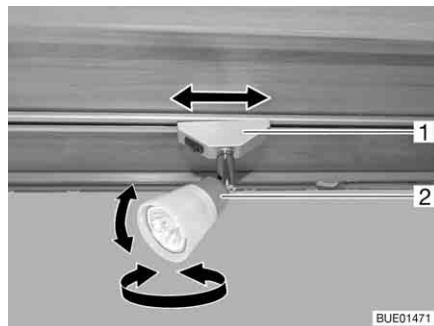

Fig. 66 Faretto
**Orientamento:** ■ Afferrare l'involucro (Fig. 66,2) e girarlo.
**Posizionamento:** ■ Afferrare il supporto (Fig. 66,1) e ruotarlo di circa 45°.
**Smontaggio:** ■ Afferrare il supporto (Fig. 66,1) e ruotarlo di 90°.